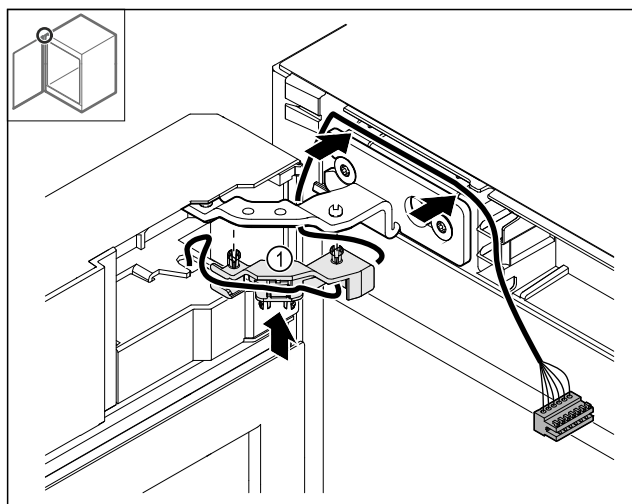

Fig. 48
- ▶ Trykk kabelholderen Fig. 48 (1) inn i hengselen.